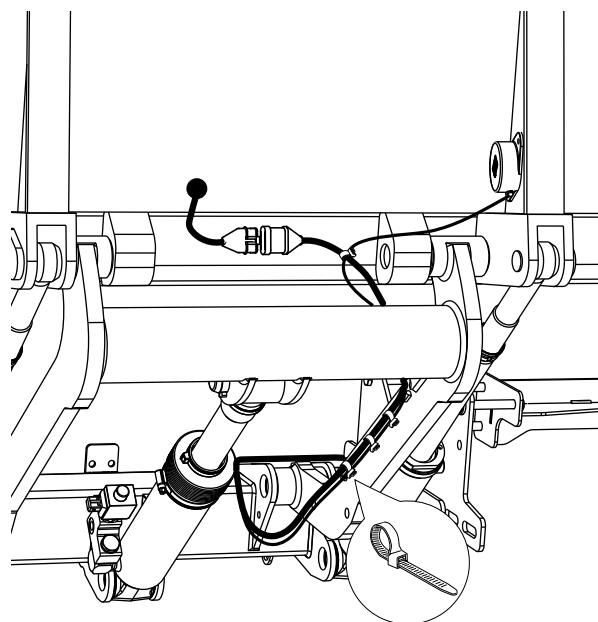

Abb. 58. Montage der Verkabelung
1. Das mitgelieferte Kabel mit dem Stecker des Kabels an dem Fußschalter/den Warnleuchten verbinden. Verlegen Sie dann das Kabel und befestigen Sie es mit Kabelbindern gemäß Abb. 58.